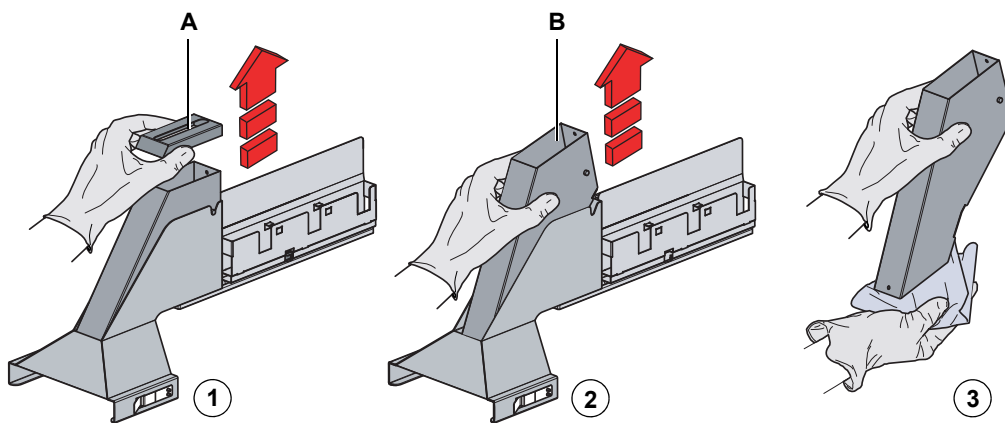

Fig. 7-13 Démontage de l'insert de goulotte d'évacuation DiTi.
- 1 Déposez le couvercle de l'évacuation DiTi Fig. 7-13, 7-24.
- 2 Démontez la goulotte d'évacuation DiTi (B) Fig. 7-13, 7-24.
- 4 Réinstallez la goulotte d'évacuation DiTi (B) et le couvercle d'évacuation DiTi (A) Fig. 7-13, 7-24.